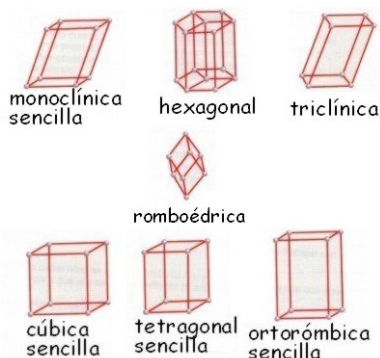

Figura 1. Formas geométricas de sólidos cristalinos
2.- Con ayuda de un microscopio identifica qué forma tienen cada uno de los compuestos sólidos, para así comprobar si son sólidos amorfos (sólidos sin forma) o sólidos cristalinos (sólidos con formas geométricas Figura 1). Anota tus observaciones en la tabla que viene anexa.